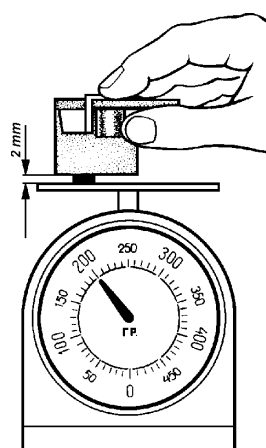

Рис. 14.8. Проверка усилия прижатия щеток
- измерьте динамометром усилие прижатия щеток (рис. 14.8) к контактными кольцам. Для замера усилия снимите щеткодержатель, удалите одну щетку, установите крышку на щеткодержатель, удерживая ее рукой. Затем выступающим из щеткодержателя концом щетки надавите на чашку стрелочных весов. Когда щетка будет выступать из щеткодержателя на 2 мм, замерьте показание весов. Усилие нажатия пружин на щетки должно быть 180-260 гс (1,8-2,6 Н);